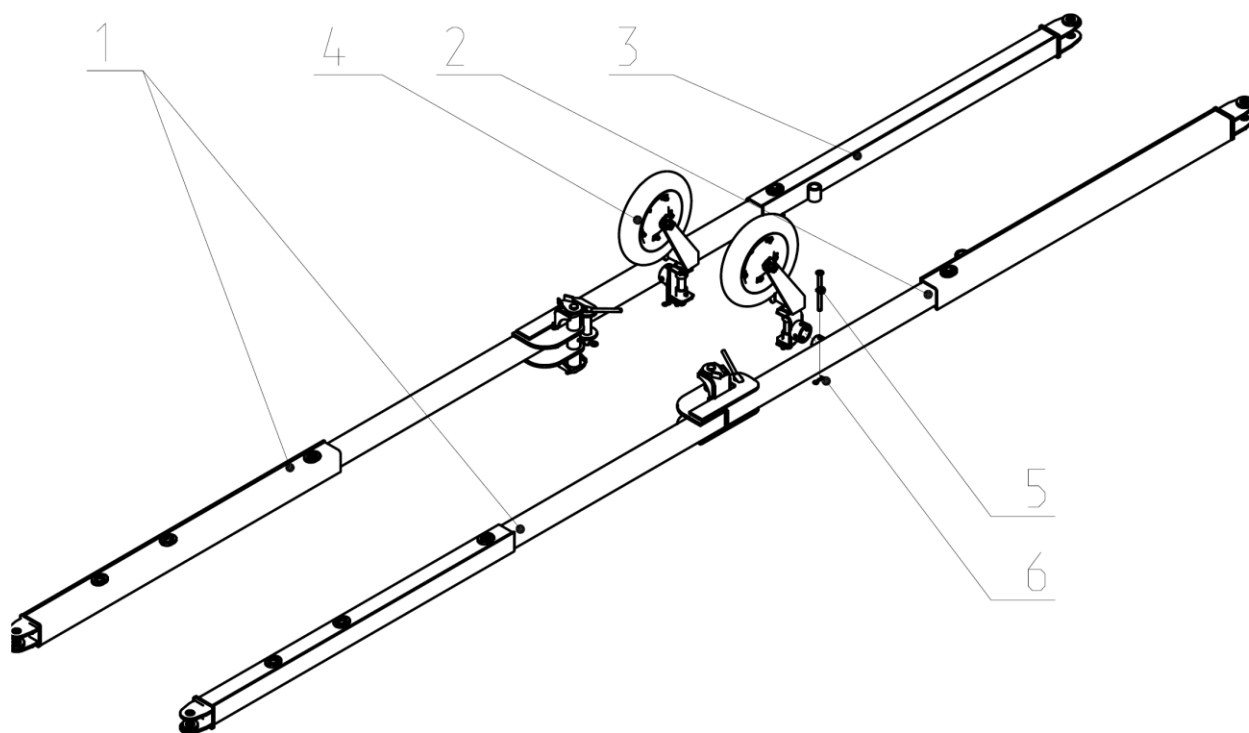

Рис.15. Растяжки.
2.32. Растяжки (Рис. 15) предназначены для соединения брусьев с сноркой. При помощи растяжек устанавливается угол атаки дисков секций, которые смонтированы на брусьях.